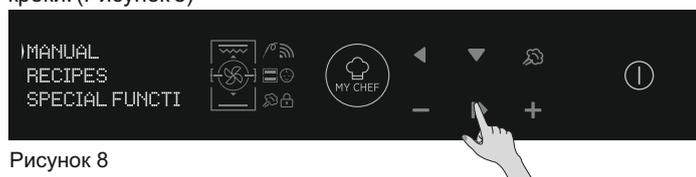

Рисунок 8
- Натисніть кнопку **ОК**, коли стрілка на дисплеї вказує на **РУЧНИЙ РЕЖИМ (MANUAL)**, щоб налаштувати приготування в 3 прості кроки. (Рисунок 8)